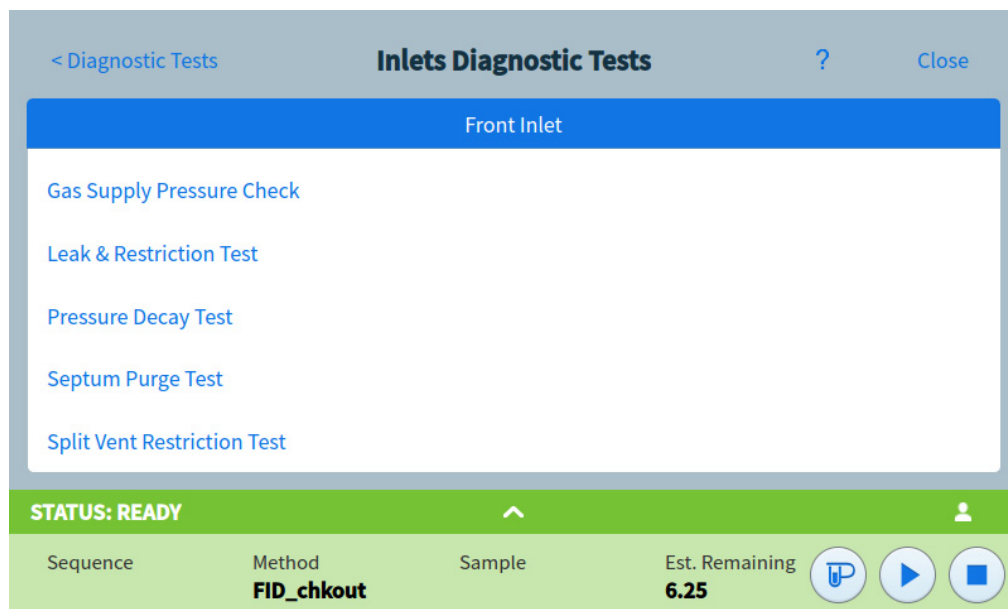

Figura 25 Página de Pruebas de diagnóstico de los inyectores
- 3 Pulse en **Inlets** o en **Detectors**, según desee. Se abrirá la página correspondiente. Por ejemplo, al tocar **Inlets** se abre la página de Pruebas de diagnóstico de los inyectores. Consulte Figura 25.